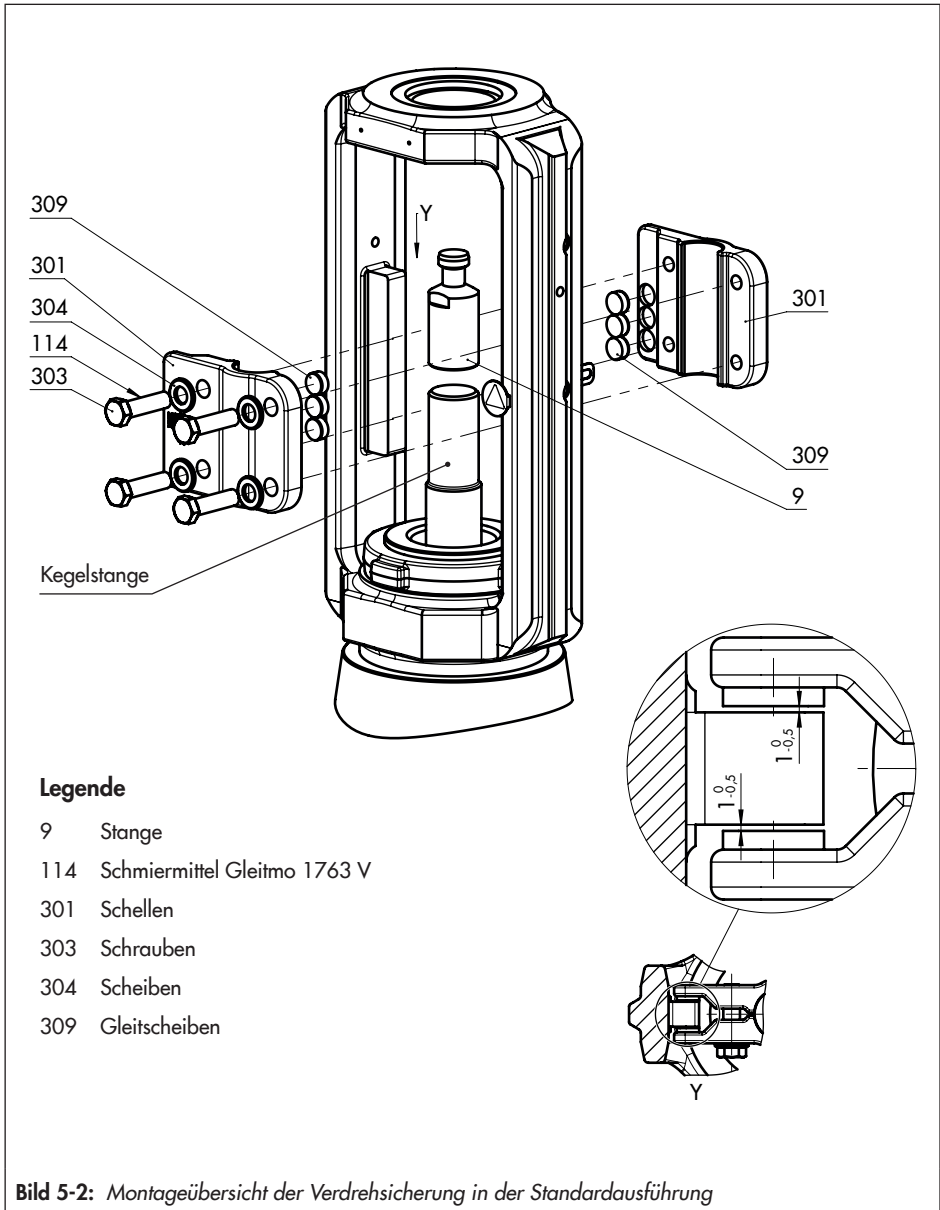

Bild 5-2: Montageübersicht der Verdrehsicherung in der Standardausführung
Vgl. Bild 5-1 und Bild 5-2
- Zwischen den Gleitscheiben und ihrer Auflage am Joch ist ein nomineller Spalt zwischen 0,5 und 1 mm auf jeder Seite (vgl. Detail Y in Bild 5-2).